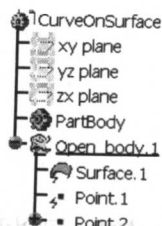

图 1-32
表面上的曲线 (Curve On Surface) 功能^①, 是在表面上建立等参数曲面或者任意的样条线。打开附带光盘中“第1章 自由曲面设计”目录下的文件 CurveOnSurface.CATPart, 如图 1-32 所示。